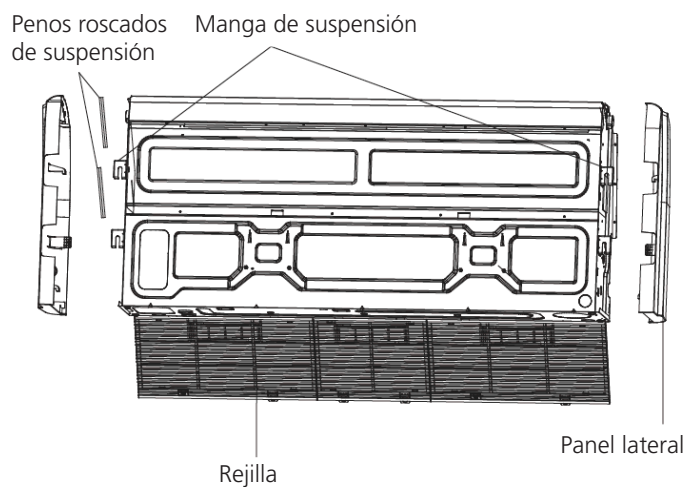

Fig. 3.10
9. Retire la plancha lateral y la rejilla. (Ver **Fig. 3.10**).